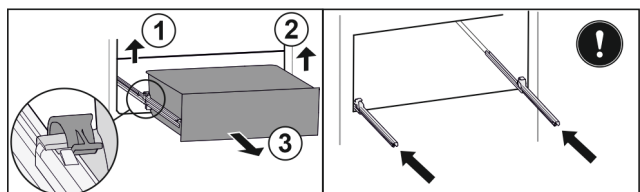

Fig. 131
- Linke Klemme anheben und gleichzeitig Schubfach links nach vorne ziehen. Fig. 131 (1)
- Rechte Klemme anheben und gleichzeitig Schubfach rechts nach vorne ziehen. Fig. 131 (2)
- Schubfach nach vorne entnehmen. Fig. 131 (3)